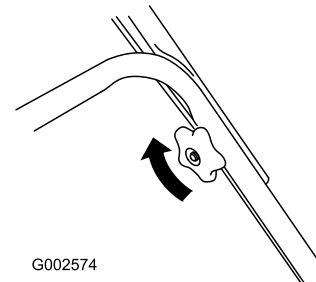

Figure 5
2. Serrez les boutons du guidon (Figure 5).